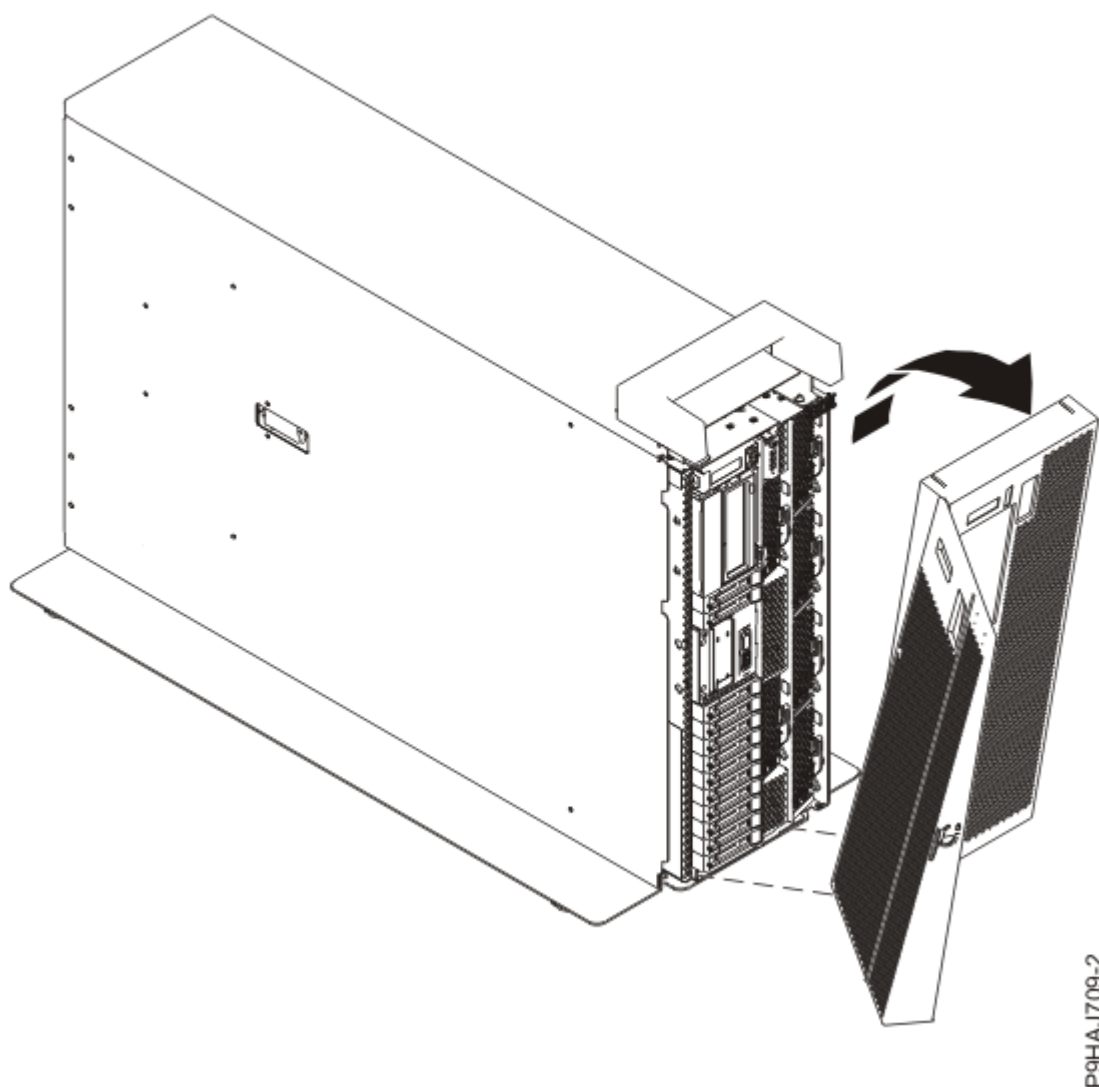

図 6. 前面カバーの取り外し
- d) 8 ページの図 6 に示すように、カバーをシステムから引き離します。